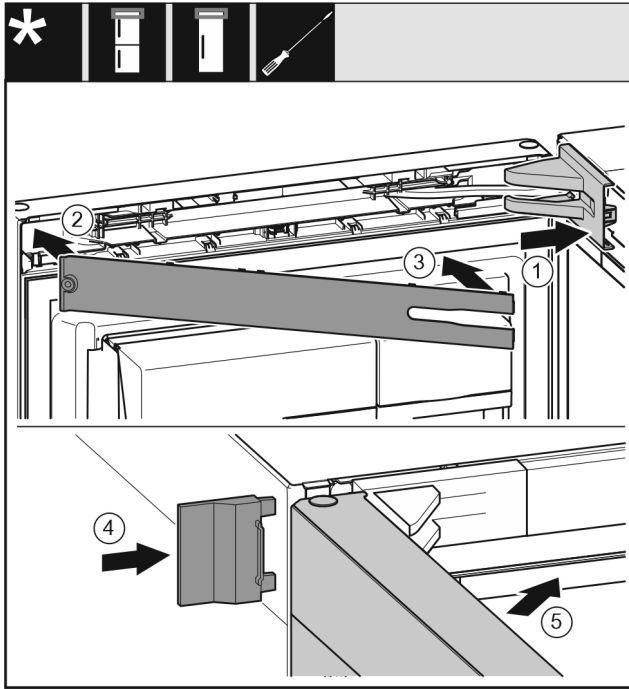

Fig. 32
- ▶ 放上并插入托架盖 Fig. 32 (1)，如有必要小心地按压分开。
- ▶ 盖上隔板 Fig. 32 (2)。
- ▶ 转入隔板 Fig. 32 (3)并卡入到位。
- ▶ 插入外盖 Fig. 32 (4)。
- ▶ 关闭冰箱上方门 Fig. 32 (5)。